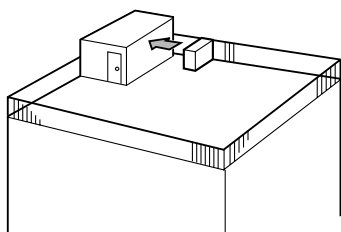
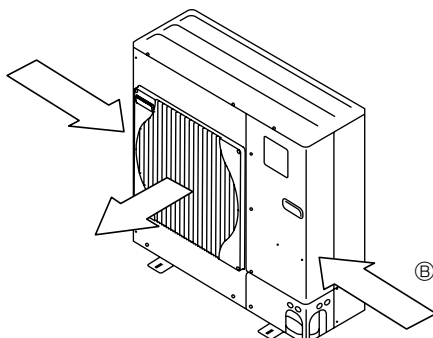

Fig. 2-3
Fig. 2-5
- ① Coloque la salida de aire de frente a la pared más próxima a una distancia de unos 50 cm de ella. (Fig. 2-3)
- ② Si la unidad está situada en un lugar expuesto a vientos fuertes como huracanes, etc. que puedan entrar en la salida de aire, coloque una guía opcional de aire.
- ③ Coloque la unidad de manera que la salida de aire sople en dirección perpendicular a la dirección estacional del viento, si la conoce. (Fig. 2-5)